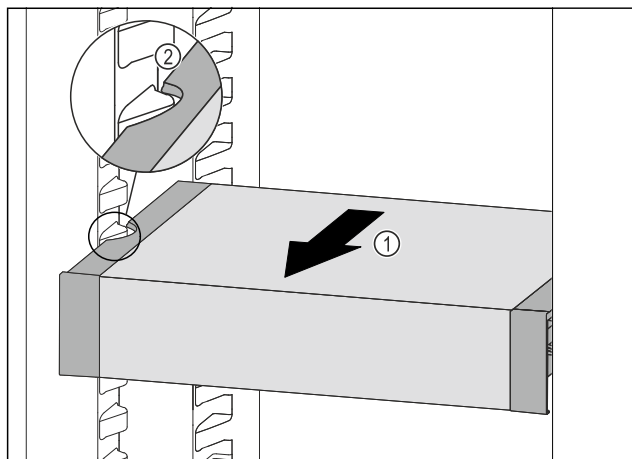

Fig. 105
- Træk VarioSafe fremefter Fig. 105 (1), indtil udsparingerne i siden på VarioSafe er på niveau med beholderribben i kølesektionen. Fig. 105 (2)